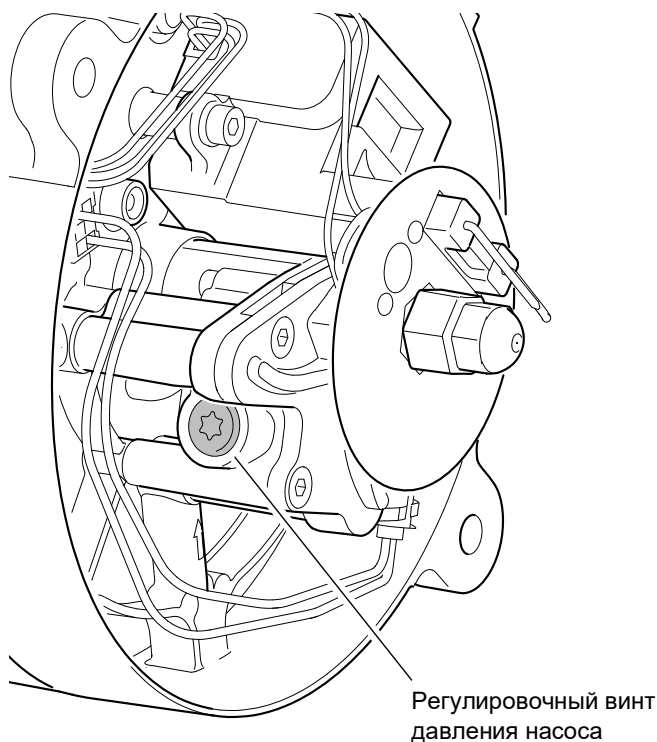

Рис. 510
**Если целевое давление не задано, его можно настроить. Для этого следует повернуть регулировочный винт (см. Рис. 510) максимум на один оборот. Если, несмотря на регулировку, заданное давление не достигается или обнаружена утечка, топливный насос необходимо заменить.**